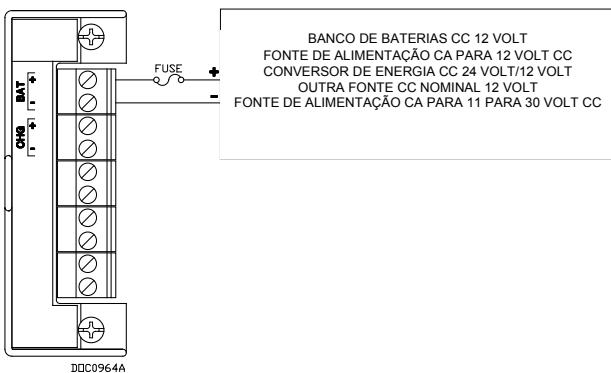

Figura 5. Fonte de alimentação de 12 Vcc e cabeamento BAT+ / BAT-
- da fonte cc de 12 volt dentro da braçadeira por baixo do parafuso da terminação BAT+ / BAT- apropriado (consulta *Figura 5*) OU
- da fonte cc de 24 volt dentro da braçadeira por baixo do parafuso da terminação + / - apropriado. O terminal + deve ter também um fusível (consulta *Figura 5*) OU
- da fonte cc de 11-30 volt dentro da braçadeira por baixo dos parafusos da terminação +/- (consulta *Figura 5*).